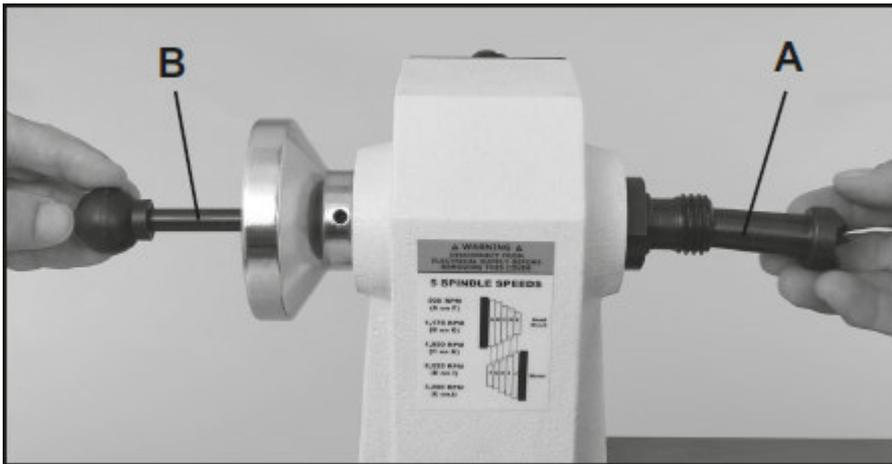

Abb.6-6: Auswechseln der Zentrierspitze
1. Die Austreibstange (Pos. B, Abb. 6-6) wird verwendet, um die Zentrierspitze aus dem Spindelstock zu entfernen. Führen Sie die Austreibstange in die Spindelbohrung auf der gegenüberliegenden Seite der Zentrierspitze ein.